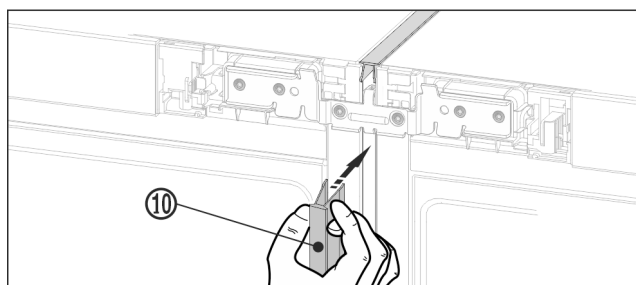

Fig. 27
- ▶ На передней стороне вдавите длинную декоративную планку Fig. 27 (10) в вертикальную щель. Обратите внимание, что планка опирается на соединительный лист.